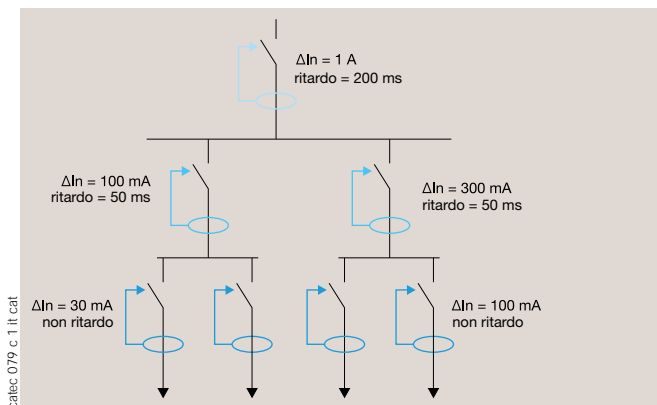

Fig. 1.
1. Il tempo di funzionamento del DDR a valle (t_{fB} fig. 2) deve essere inferiore al tempo di non funzionamento del dispositivo a monte (t_{nfA}). Una semplice soluzione per rispettare questa condizione consiste nell'utilizzo di DDR di classe S (ritardo regolabile). Il ritardo del DDR a monte dovrà essere superiore al ritardo del DDR a valle (Fig. 1).
2. La sensibilità del DDR a valle $I\Delta n_B$ deve essere inferiore alla metà della sensibilità del DDR a monte $I\Delta n_A$ (vedere fig. 1 e 2).